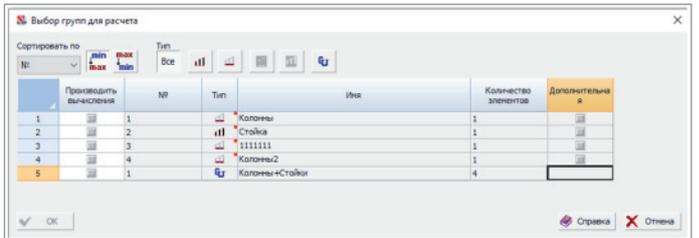

Рис. 40. Новые возможности выбора групп унификации при расчете конструктивных групп стальных элементов (SCAD++)
- стало возможным выбирать как конструктивные группы, так и группы унификации (рис. 40);